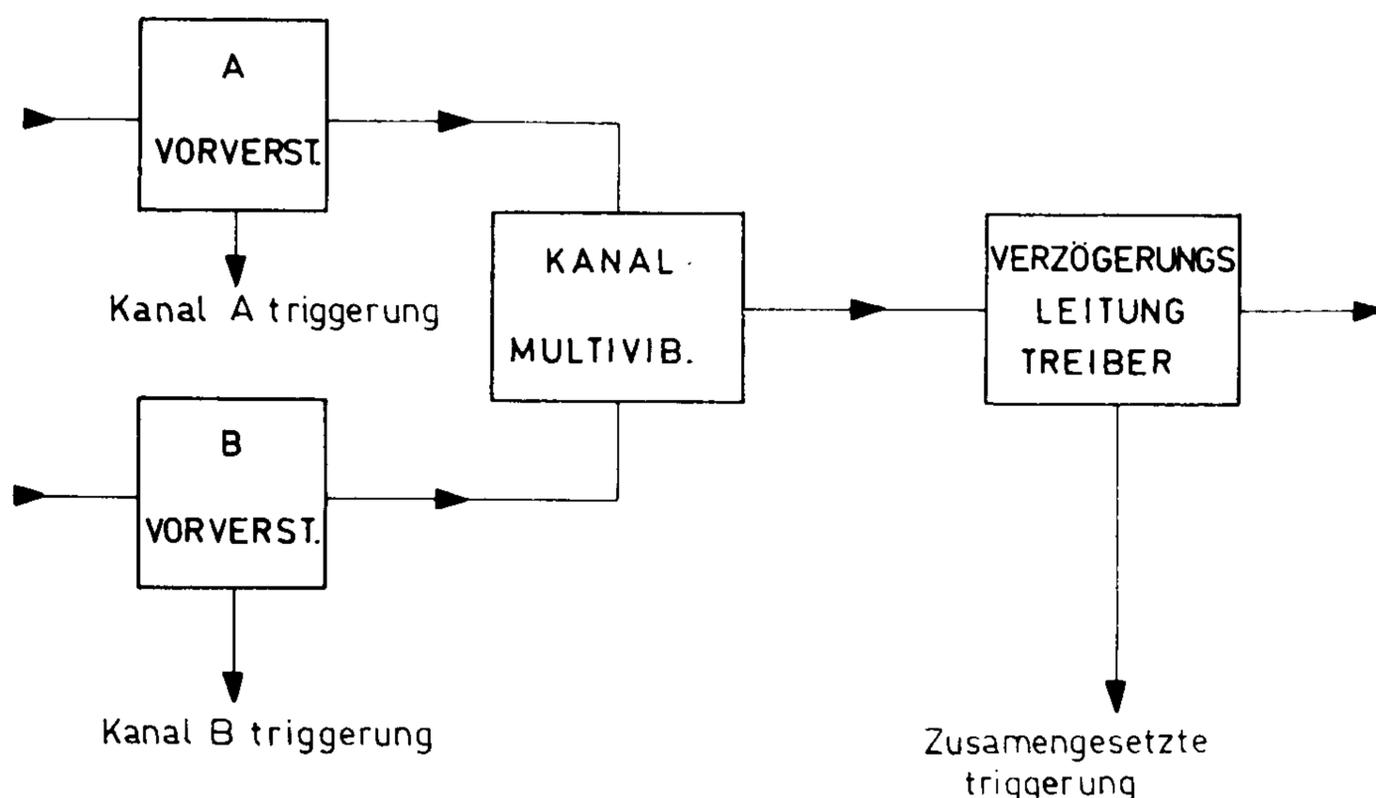

Abb. 19.
*Bemerkung: Bei Anwendung zusammengesetzter Triggerung in Zweikanalbetrieb (gehopped oder alternierend) und wenn dabei nur ein Signal angelegt ist (an Eingang A oder B), ist stabile Triggerung nicht erlangbar. Das ist nicht ungewöhnlich, da die Triggerquelle auch von A nach B geschaltet wird (siehe Abb. 19.).*